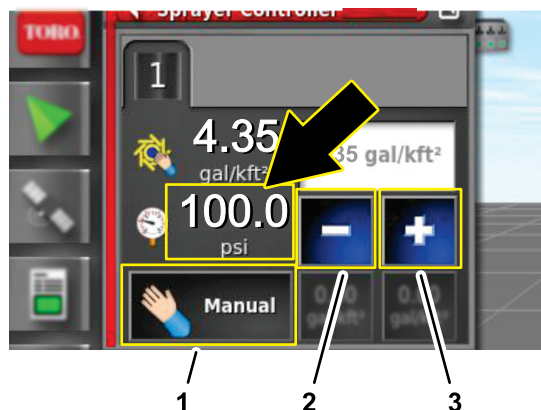

Figura 165
7. Nella finestra di dialogo del controller del volume di irrorazione, premete sull'icona MODALITÀ DI CONTROLLO DEL VOLUME sino a visualizzare la modalità manuale (Figura 165).
8. Premete l'icona di decremento (-) o di incremento (+) per regolare la pressione dell'impianto di irrorazione (Figura 165) a un valore di 6,9 bar.